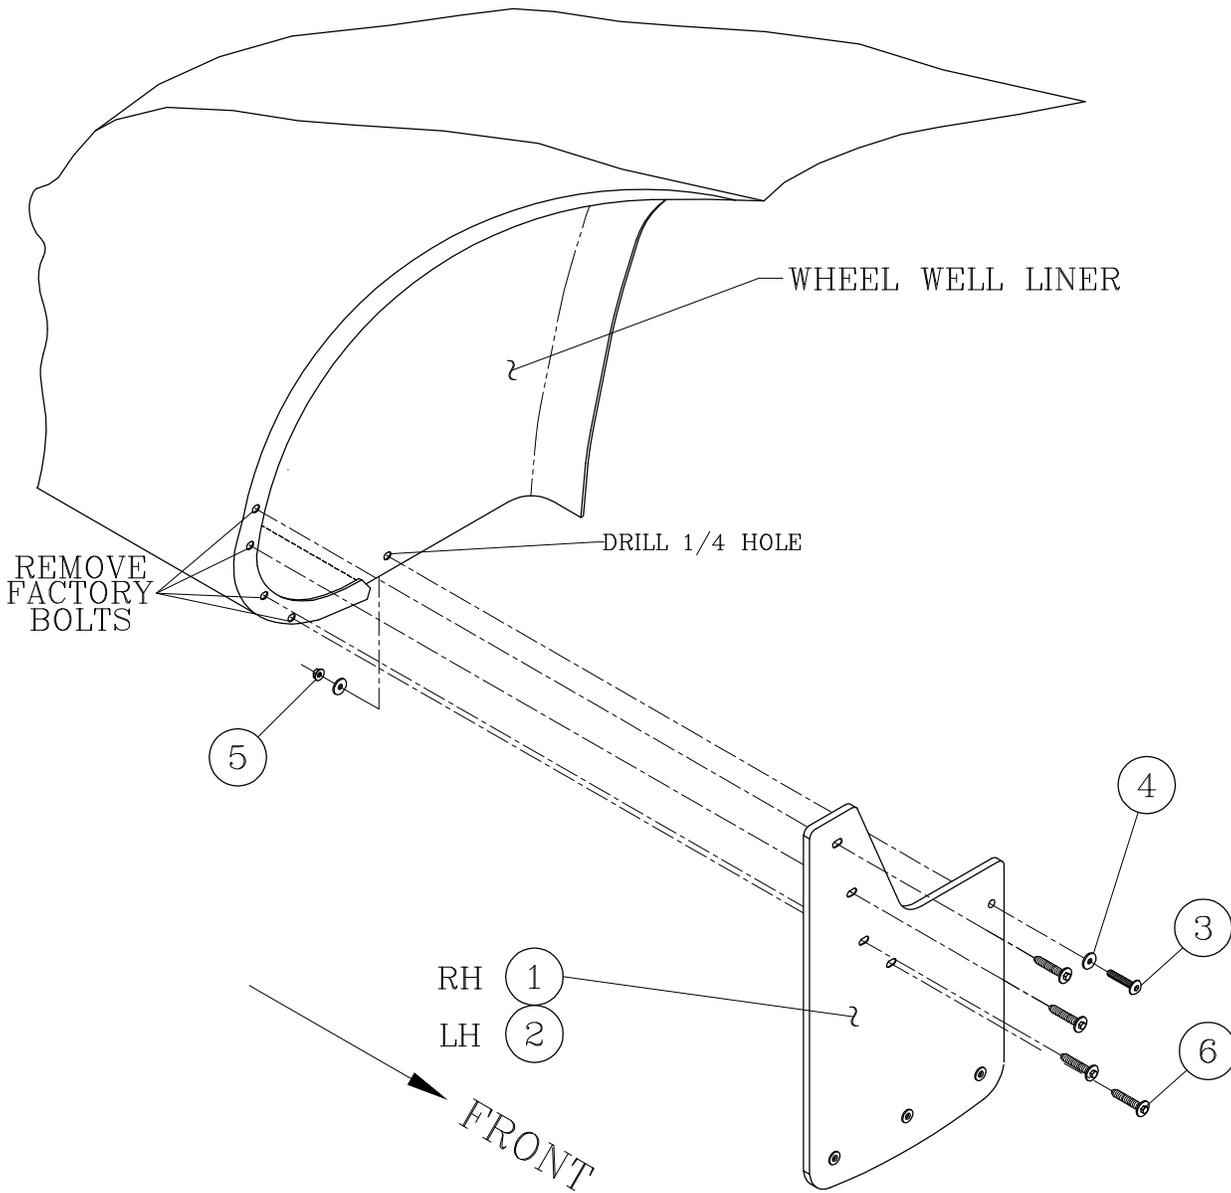

fig.1
- 2.1. REMOVE THE HEX HEAD FACTORY FENDER BOLT FROM THE OUT SIDE OF THE FENDER AS SHOWN IN FIG 1.
- 2.3. WITH THE MUD GUARD IN PLACE DRILL $\frac{1}{4}$ HOLE ON THE INSIDE OF THE WHEEL LINER AS SHOWN IN FIG 1.